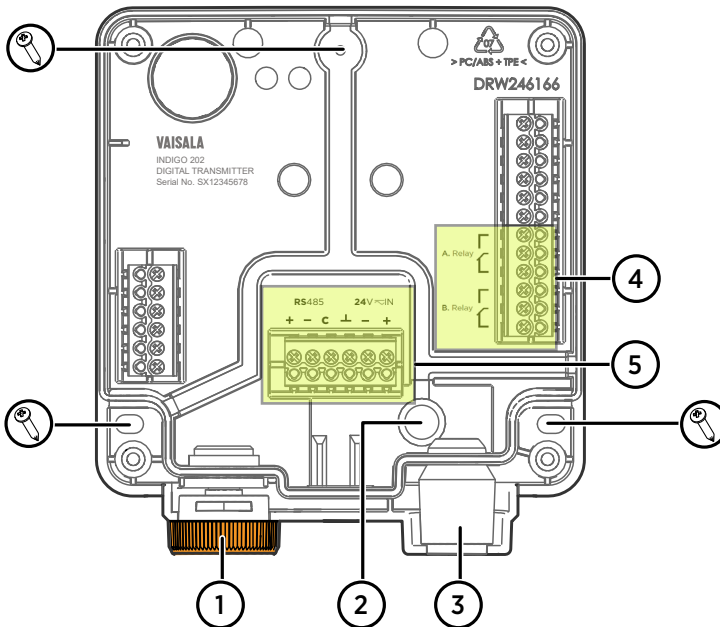

Figura 10 Posiciones de los tornillos de montaje y piezas principales de la base del transmisor Indigo202
5. Coloque la base del transmisor en la superficie de instalación y móntela con 3 tornillos. Consulte las posiciones del tornillo en Figura 10 \(página 28\).